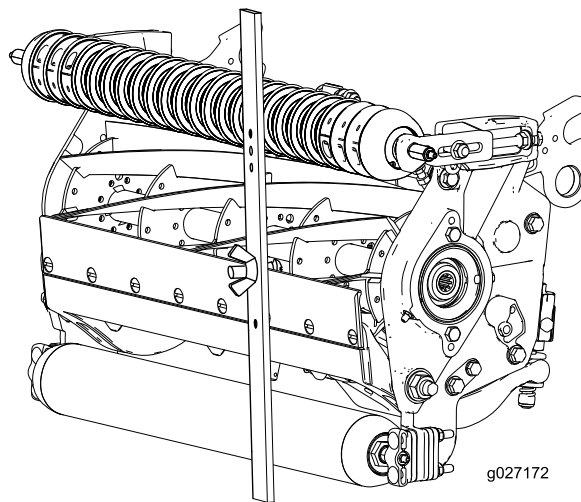

Figura 17
4. Agganciate la testa della vite sul tagliente della controlama e poggiate l'estremità posteriore della barra sul rullo posteriore (**Figura 17**).
5. Ruotate la vite di regolazione finché il rullo anteriore non toccherà la barra di riferimento (**Figura 17**).